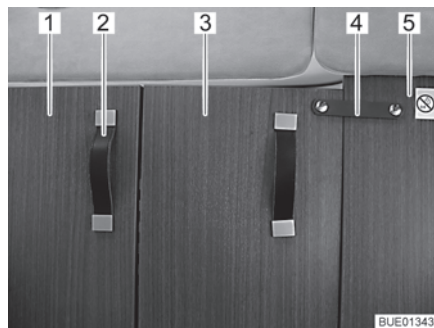

Fig. 53 Separación de la cabina del conductor, cerrada
- Tirar de la separación de la cabina del conductor (Fig. 53,1) con el asidero (Fig. 53,2) completamente hacia atrás.
- Fijar la parte plegable de la separación de la cabina del conductor (Fig. 53,3) con la cinta de seguridad (Fig. 53,4) en la pared intermedia fija (Fig. 53,5), por detrás del asiento del acompañante.